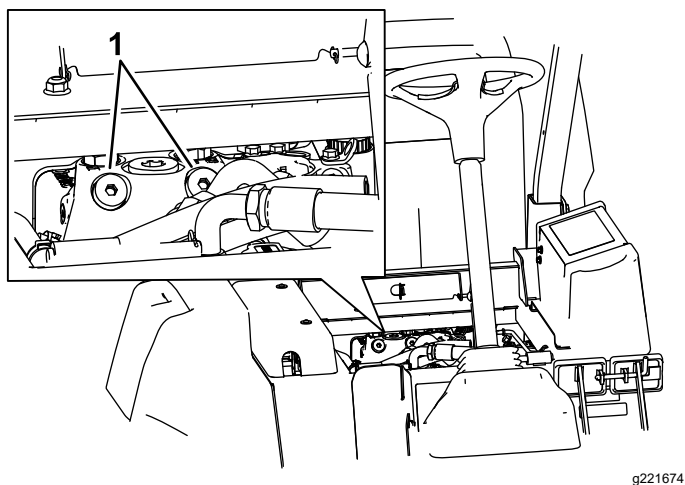

Рисунок 75
1. Поднимите сиденье и найдите перепускные клапаны, расположенные под передней частью топливного бака (Рисунок 75).